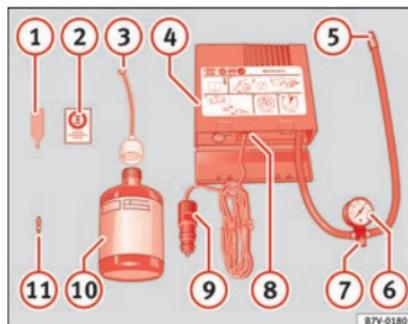

Fig. 162 Representación estándar: contenido del kit antipinchazos.
El kit antipinchazos se encuentra en el compartimento del maletero bajo el revestimiento del suelo. Incluye los siguientes componentes »» fig. 162:
- Desenrosque el obús de válvula del neumático con el correspondiente útil » fig. 162 ① y colóquelo sobre una superficie limpia.
- Agite enérgicamente la botella de sellante de neumáticos » fig. 162 ⑩ durante unos segundos.
- Enrosque el tubo de inflado » fig. 162 ③ fijamente en la botella de sellante girándolo en el sentido de las agujas del reloj. El precinto de la boca de la botella se traspasa automáticamente.
- Retire el tapón del tubo de llenado » fig. 162 ③ y enrosque el extremo abierto del tubo en la válvula del neumático.
- Vuelva a enroscar el obús de válvula con el correspondiente útil » fig. 162 ① en la válvula del neumático.
- Enrosque fijamente el tubo de inflado del neumático » fig. 162 ⑤ del compresor en la válvula del neumático.
- Compruebe si el tornillo de evacuación de aire » fig. 162 ⑦ está cerrado.
- Acople el conector » fig. 162 ⑨ a una toma de corriente de 12 voltios del vehículo » pág. 105.
- Conecte el compresor de aire con el conmutador ON/OFF » fig. 162 ⑧.
Vuelva a enroskar el tubo de inflado »» fig. 162 ⑤ y compruebe la presión en el manómetro ⑥.